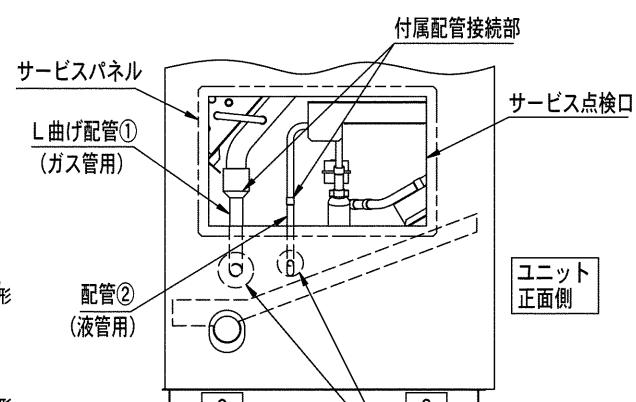
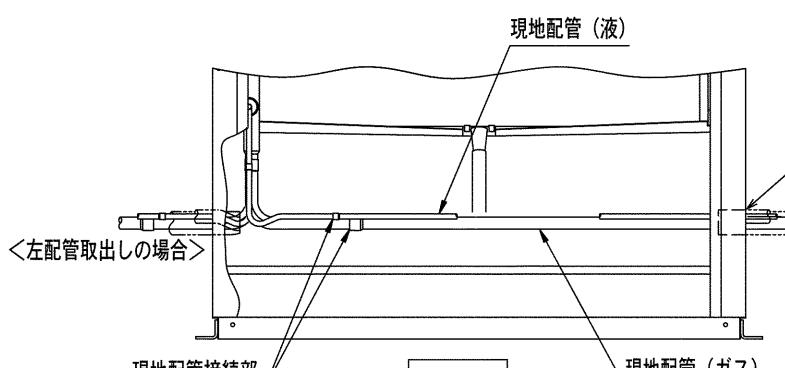

図2
図3
- (5) 図2・図3 に示すとおり、付属配管・現地配管を左側面サービス点検口および前面から口ウ付接続を行ってください。
現地配管接続部 図3 → 付属配管接続部 図2
- (6) 図3 に示すとおりパイプカバーを取付けてください。